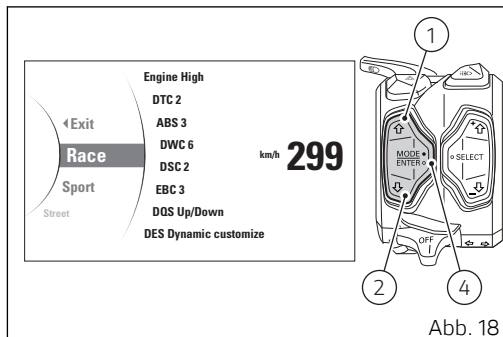

Abb. 18
- wenn die Gassteuerung „offen“ ist, aktiviert das Cockpit die Angabe „CLOSE THROTTLE“ (A). Nur wenn die Gassteuerung „geschlossen“ ist, wird der neue, eventuell gewählte Riding Mode bestätigt und gespeichert und wieder auf die „Standard-Anzeige“ umgeschaltet;
- wenn die Gassteuerung „geschlossen“ ist, doch die Bremsen betätigt sind, aktiviert das Cockpit die Angabe „RELEASE BRAKES“ (B). Nur wenn die Bremsen gelöst werden, wird der neue, eventuell gewählte Riding Mode bestätigt und gespeichert und wieder auf die „Standard-Anzeige“ umgeschaltet;
- ist die Gassteuerung „offen“ oder resultieren die Bremsen als betätigt und bewegt sich das Fahrzeug, wird im Cockpit die Angabe „CLOSE THROTTLE AND RELEASE BRAKES“ (C), aktiviert und erst wenn alle Bedingungen gegeben sind (Gassteuerung geschlossen und Bremsen zurückgelassen oder stehendes Fahrzeug) wird der neue, eventuell gewählte Riding Mode bestätigt und gespeichert, dann wieder auf die Standard-Anzeige umgeschaltet.
- Wird die Angabe „EXIT“ gewählt, schaltet das Cockpit auf das Drücken der Taste (4) (Abb. 18) erneut auf die Hauptanzeige zurück, ohne dass die neue Einstellung (der neue Riding Mode) gespeichert wird.